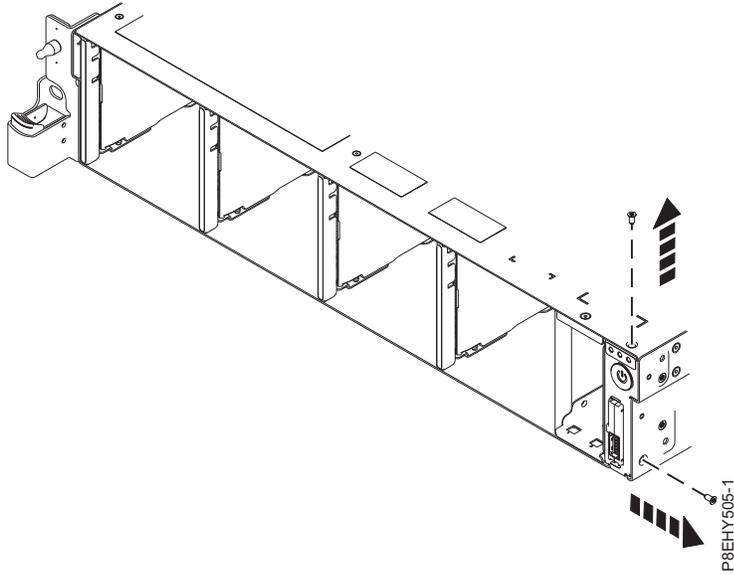

Figura 21. Remova os parafusos superior e lateral
8. Remova os parafusos superior e lateral do comutador de energia. Consulte Figura 21 na página 27.